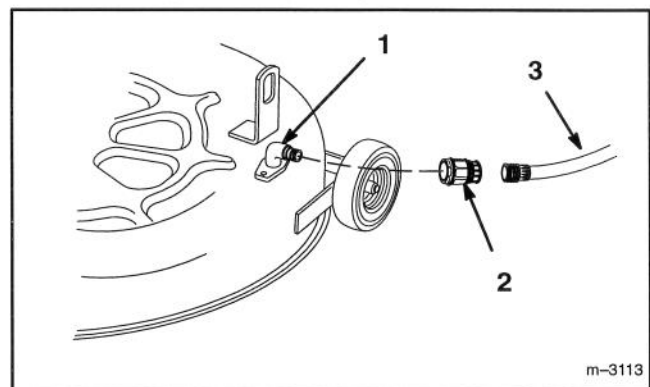

Fig. 17
2. Avvitare il giunto per tubo flessibile all'estremità del raccordo di lavaggio del tosaerba, ed aprire completamente l'acqua (Fig. 17).